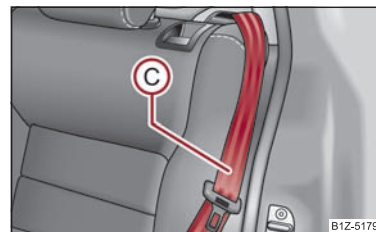

Fig. 51 Bloquear el respaldo de asiento
- Coloque el cinturón de seguridad lateral trasero (C) detrás del borde del revestimiento lateral ⇒ fig. 51.